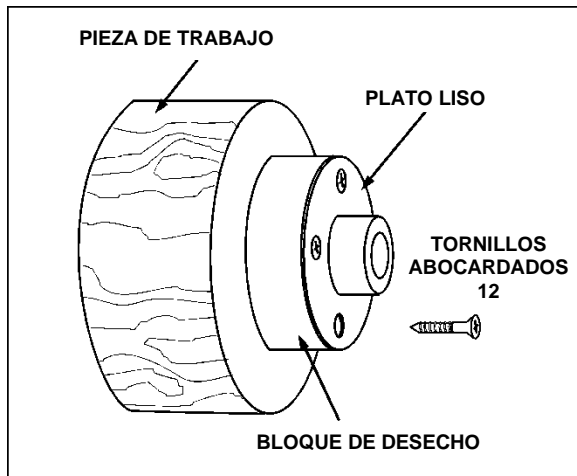

Figura 10-9: montaje del plato liso
5. Haga un bloque del mismo diámetro que el plato liso, Figura 10-9. Tanto el bloque de desecho como la pieza de trabajo deben tener superficies planas para pegar.